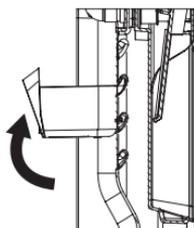

Fig.6
- Para retirar los anaqueles pocket basta con levantarlos halándolos desde la parte inferior hacia arriba. Fig. 6.